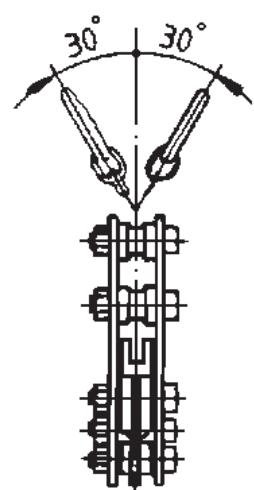

Fig. 3
- La cadena de acero de eslabones redondos permite el tiro lateral en las garras con un ángulo de hasta 30° (Fig. 3).